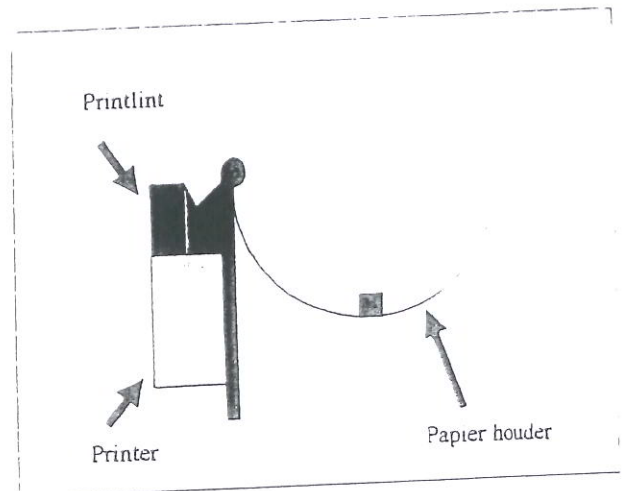

Fig. 18 Papierhouder (zijaanzicht)
- Fig. 18 toont het zijaanzicht van printerpapierhouder;